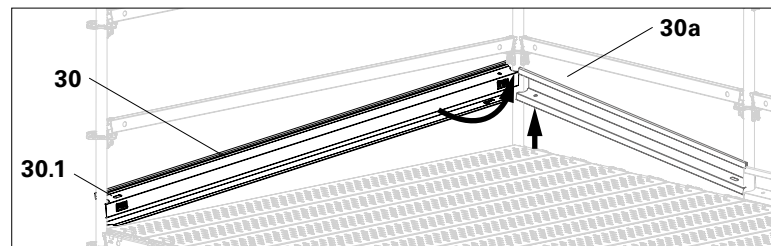

Abb. A5.04b
- Das im Feld montierte Bordblech UPY (**30a**) anheben. (Abb. A5.04b)